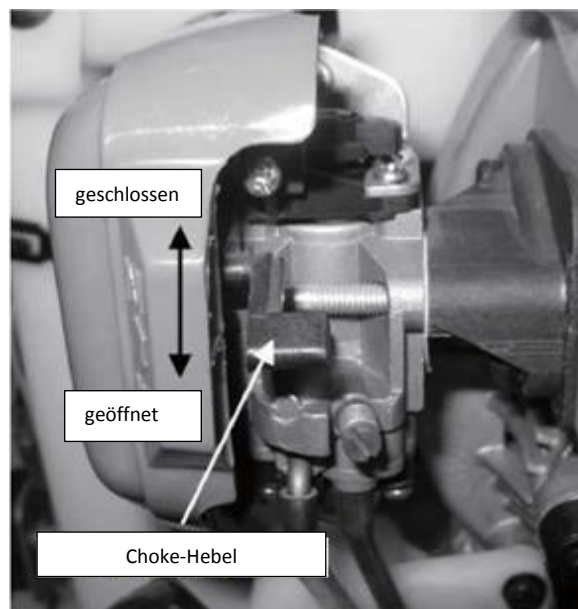

Abbildung 4
5.2.4 Den Luftregler (siehe Abbildung 4) auf GESCHLOSSEN, wenn der Motor kalt ist, und auf GEÖFFNET, wenn der motor heiß ist, stellen.